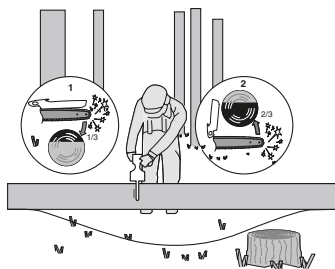

Fig 4
Lorsque le tronc est soutenu par les deux extrémités, comme illustré à la Figure 4, coupez 1/3 du diamètre de la face du dessous (coupe par le bas) (1). Ensuite, pratiquez la coupe de finition depuis le bas sur les 2/3 inférieurs (2) pour rejoindre la première coupe.